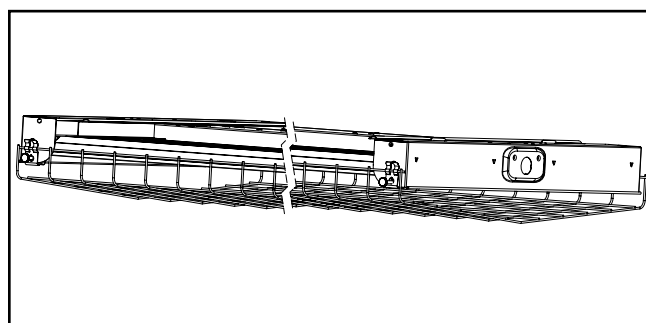

Figure 4.
5. Répétez les étapes 2 à 4 pour l'autre côté (Figure 4.).